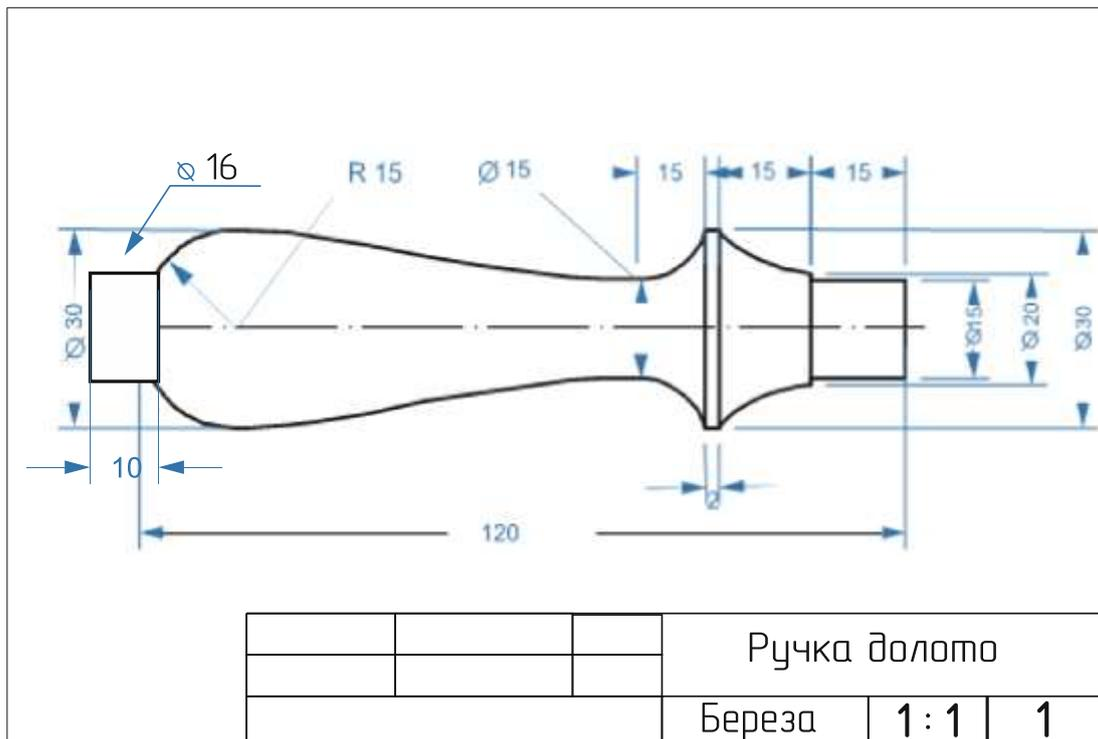

Рис. 1. Чертеж Ручка долото
2. По чертежу изготовить Ручку долото (рис. 1).